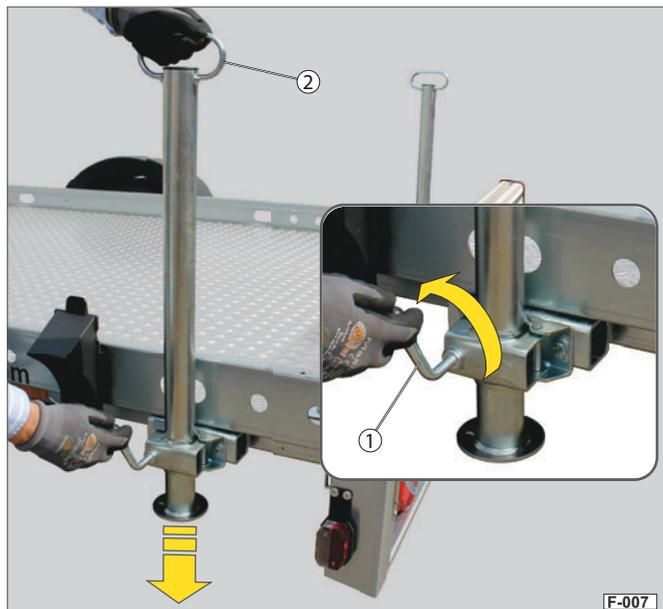

Abb. 7 Schiebestütze lösen
- ▶ Drehen Sie den Knebelgriff (Abb. 7/1) auf.
- ▶ Halten Sie die Schiebestütze am Griff (Abb. 7/2) fest.